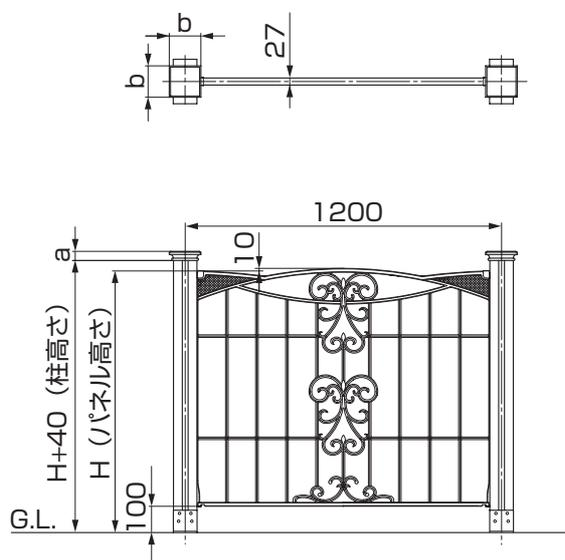
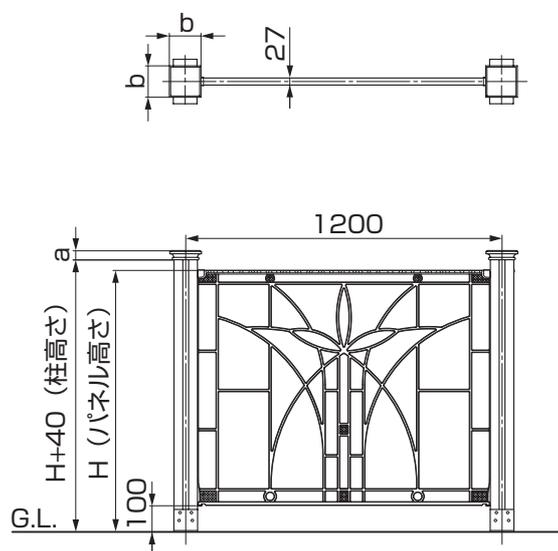

図1-1 デザインパネルA
図1-2 デザインパネルB
- ①ベースプレートの裏側から柱下側スリーブ材を、 $\phi 5 \times 40$ ナベタッピン2種 G=5で4ヶ所ベースプレートの向きに注意して固定してください。（※1）
- ②主柱を、ベースプレートに組付けた柱下側スリーブ材へ挿入してください。（図1-1参照）
- ③主柱の孔位置から $\phi 4 \times 20$ サラタッピン3種で、主柱と柱下側スリーブ材を固定してください。
- ④デッキ側面に柱を組付ける場合、ベースプレートを90°回転して固定してください。（図1-2参照）